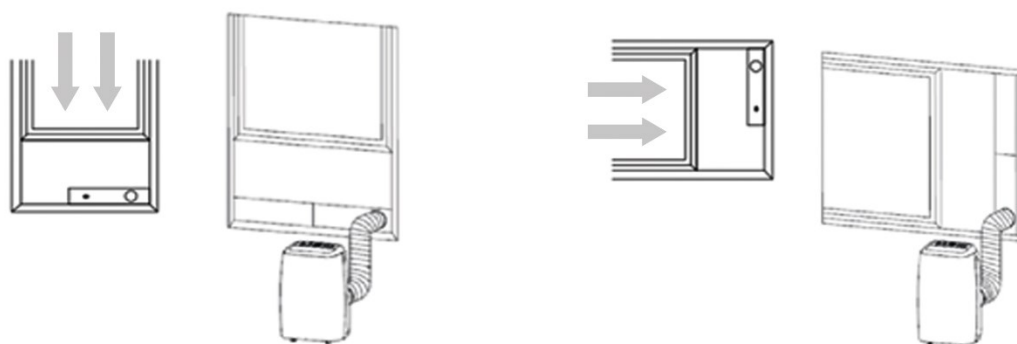

Fig. 5 Montage garniture de fenêtre
- Raccordez l'adaptateur de garniture de fenêtre à la garniture de la fenêtre (voir fig. 5).